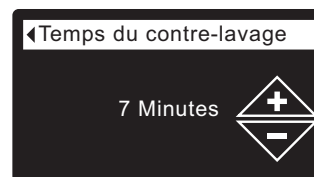

FIG. 79
- 8a. **Temps du contre-lavage** : Appuyez sur le bouton HAUT (▲) ou BAS (▼) pour modifier la durée du lavage à contre-courant. Maintenez le bouton enfoncé pour faire défiler rapidement. La plage de réglage du contre-lavage est 1 - 30 minutes* (cf. Figure 79).